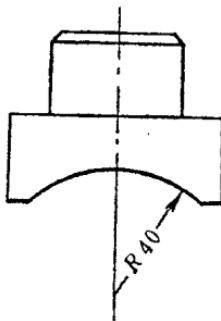

图16 半径尺寸的注法
3. R —— 表示半径的符号，注在尺寸数字的前面，一般多用来表示不是整圆的圆弧。如图 16，表示零件圆弧半径为 40 毫米。半径符号“ R ”是一个拉丁字母，其大小和高度应与尺寸数字一样，如 $R\ 64$ 。